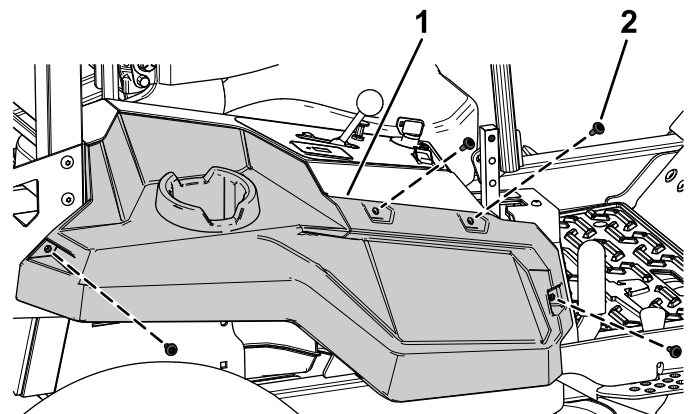

Figura 4
1. Rimuovete le 4 viti di spallamento che fissano la capsula laterale destra (Figura 4).
2. Rimuovete la capsula laterale destra (Figura 4).
Fissate la capsula laterale destra utilizzando le 4 viti di spallamento rimosse in precedenza (Figura 4).